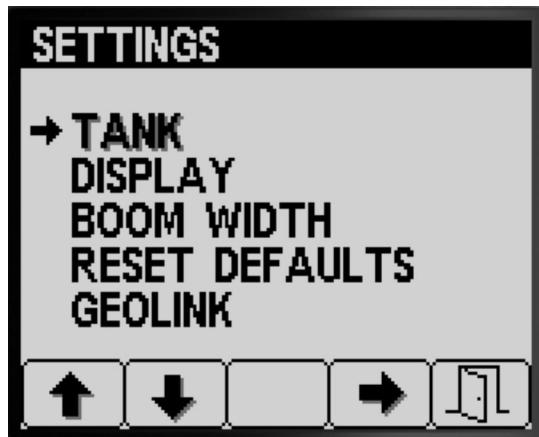

Рисунок 11
- Нажмите кнопку 1 или 2, чтобы перейти к пункту TANK (БАК) (Рисунок 11).
- Нажмите кнопку 4 для выбора подменю TANK (БАК) (Рисунок 11).